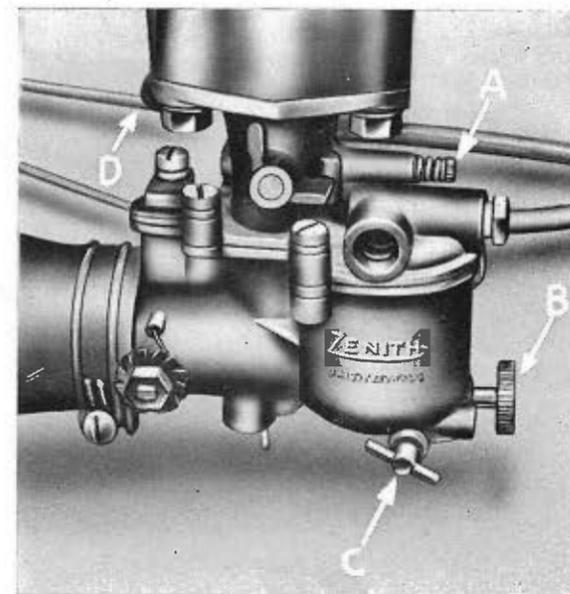

FIG. 36
Le carburateur Zénith 24 T 2 est du type vertical à courant ascendant. Il comporte : un gicleur d'alimentation (30) dont le débit est réglable par la vis (34), un gicleur de ralenti (38), un gicleur d'air (37), une vis de richesse (45), un tube d'émulsion (D) ainsi qu'une vis de réglage de vitesse du ralenti (D, fig. 36).
RÉGLAGE (Fig. 36)